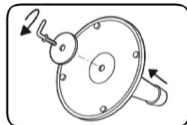

рис. 2
- Установите основание (1) на стойку (2), установите шайбу (13), закрутите фиксатор основания (14) по резьбе, поворачивая его по часовой стрелке (рис. 2).